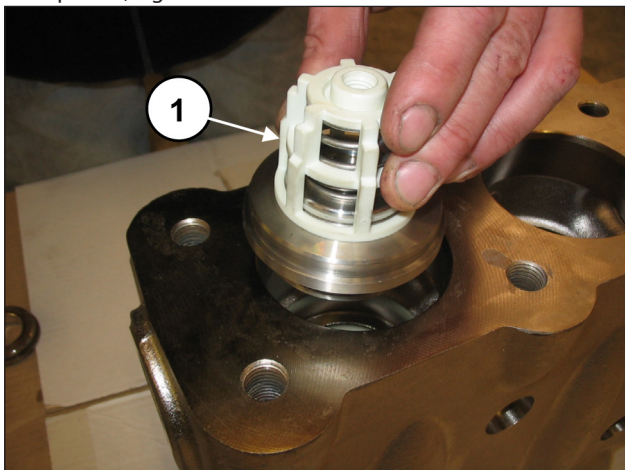
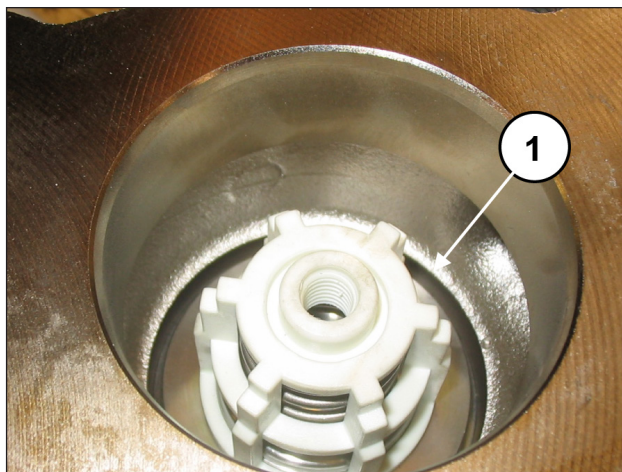

Fig. 124
Fig. 125
Introducir el grupo de la válvula de envío (pos. ①, Fig. 124). El grupo de la válvula se ha de introducir a fondo como se indica en la pos. ①, Fig. 125.